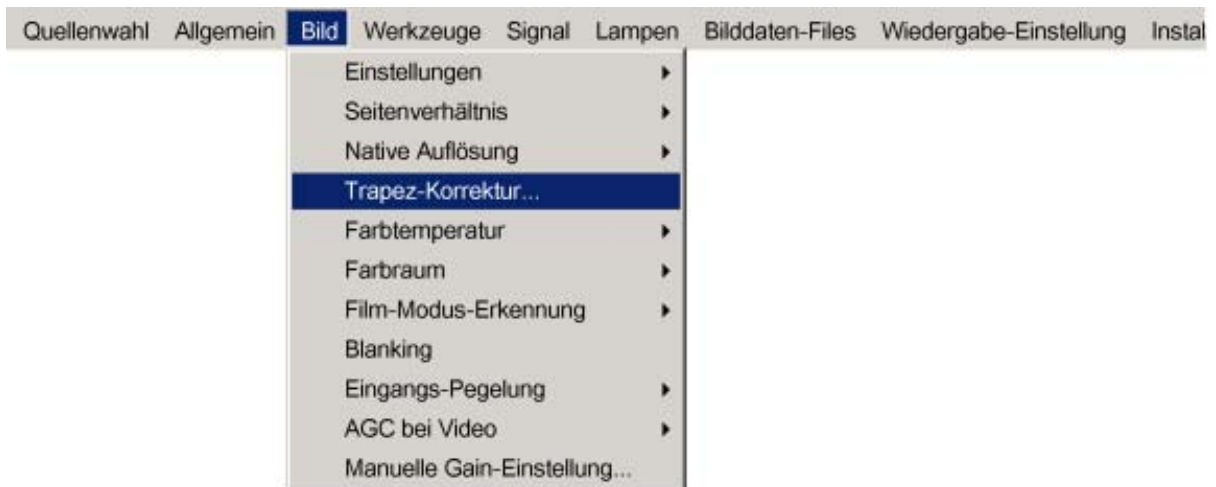

Abbildung 8-19
4. Wählen Sie mit der Taste ↑ oder ↓ den Menüpunkt *Trapez-Korrektur...* (Abbildung 8-19)